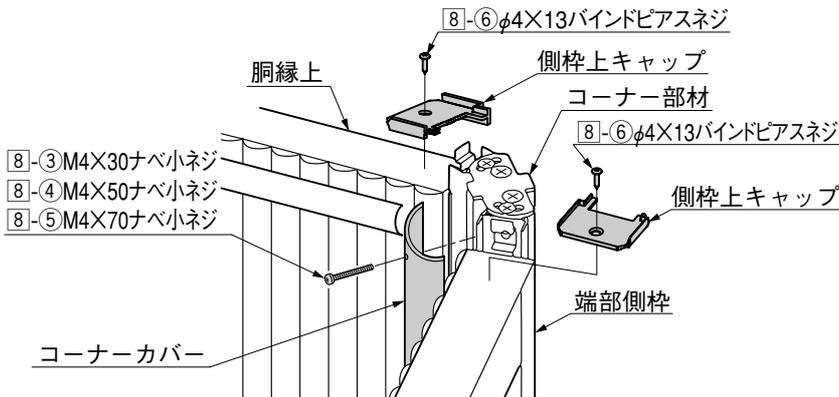
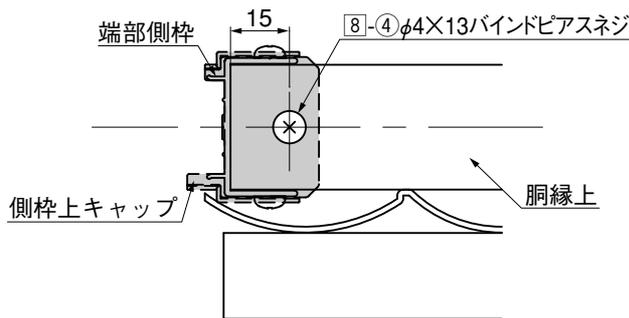

図5-11
図5-13
- 10 下表を参考にして8-3,8-4,8-5,のいずれかを選び、コーナーカバーを取付けてください。(図5-11参照)
- 12 端部側枠に側枠上キャップをかぶせ、8-6で胴縁上に取付けてください。(図5-11、図5-13参照)